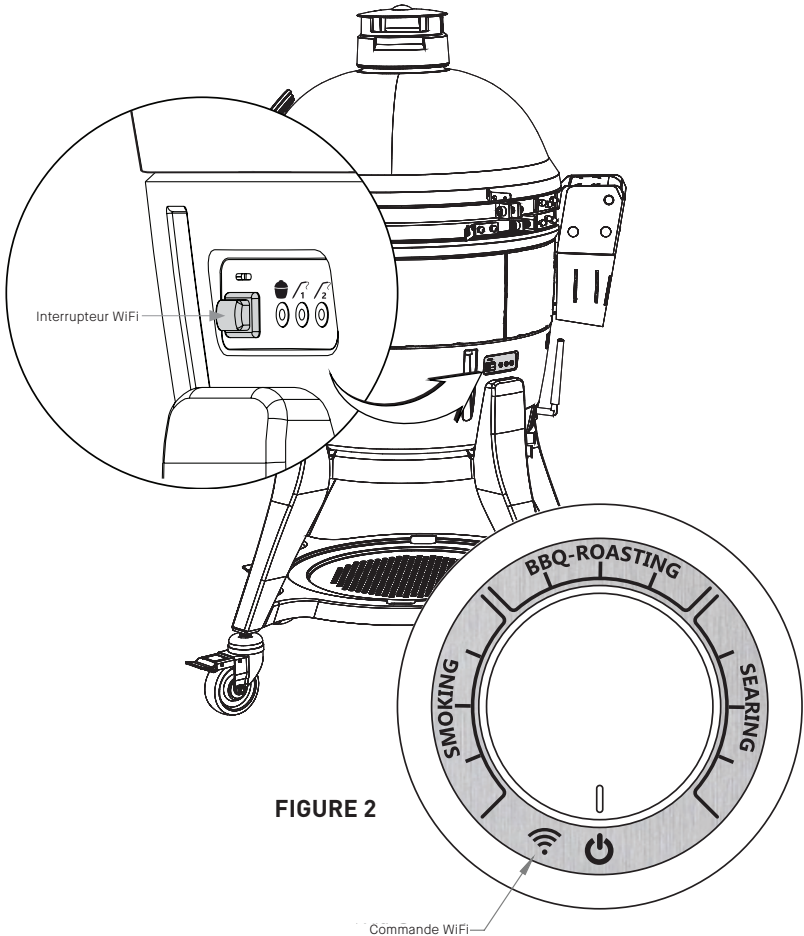

FIGURE 2
1. Tourner le bouton avant sur le réglage WiFi (voir la figure 2). Si le bouton n'est pas tourné sur la position WiFi, l'appli ne pourra pas contrôler le barbecue.